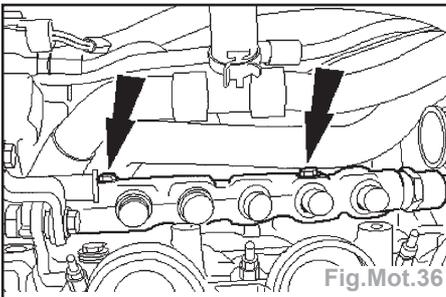

Fig.Mot.36
- Détacher la rampe d'injection de la culasse (Fig.Mot.36).